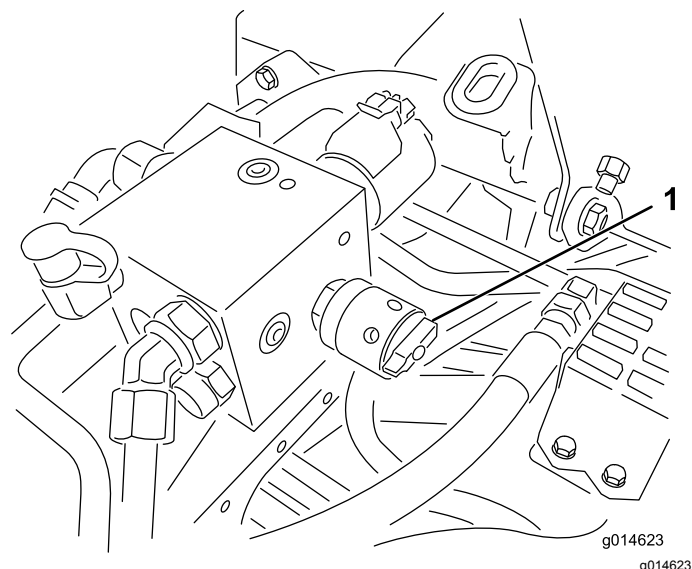

Figura 52
6. Rode o controlo da velocidade dos cilindros para a posição 1 (Figura 52).
4. Ajuste a velocidade dos cilindros, rodando o manípulo (Figura 52) até que as setas indicadoras fiquem alinhadas com o número que determinou no passo 3.